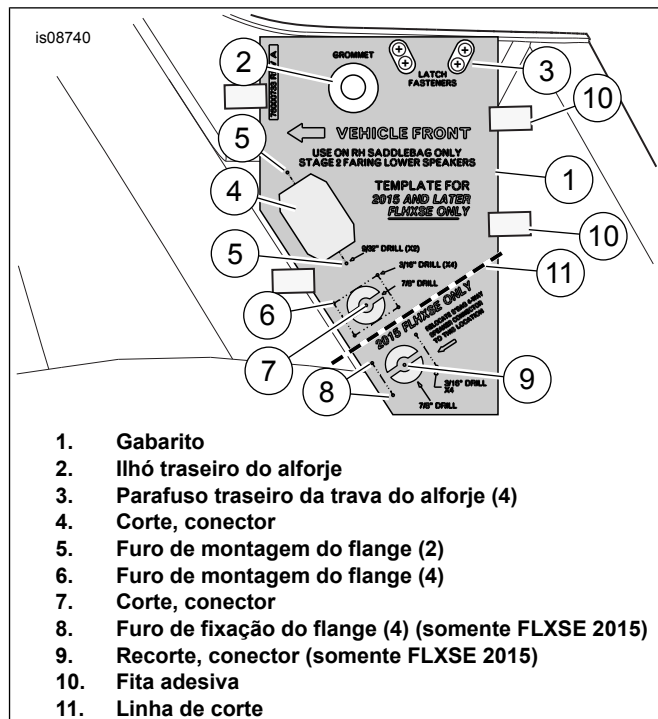
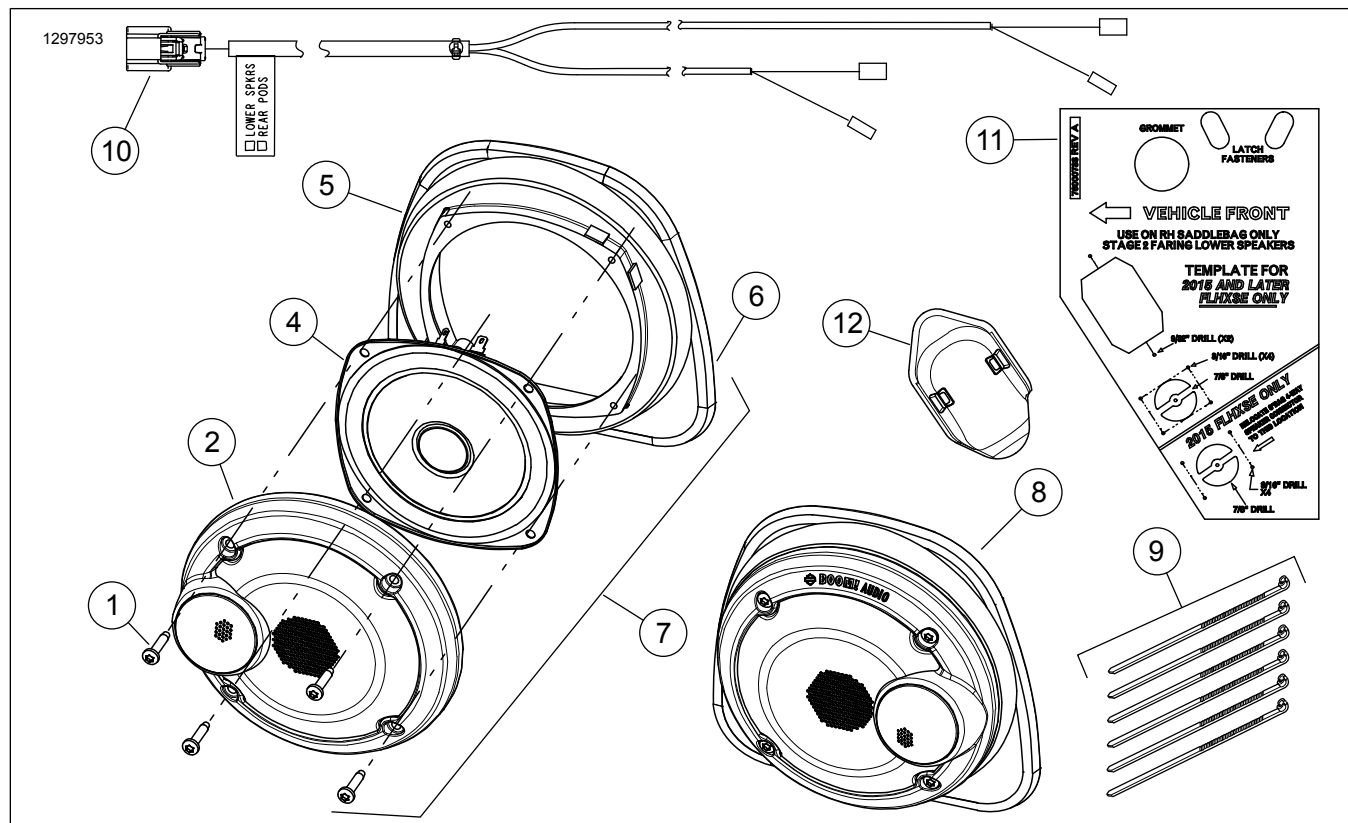

Figura 3. Instalação do chicote de fios para corte e perfuração do alforje direito
Figura 4. Peças de serviço, alto-falantes da carenagem inferior
Veja Figura 4 e Tabela 1.
1. Veja Figura 4 . **Stage I:** passe os cabos pequenos do terminal no chicote de fios (10) até a carenagem inferior. **Stage II:** o chicote de fios (10) não é usado. Descarte o chicote de fios. Passe o chicote de fios na lateral do veículo, conforme as instruções no kit de instalação do amplificador. **NÃO** faça nenhum furo na carenagem inferior.
Conecte [313] com o chicote de fios (10). Veja Figura 4 . Prossiga para a seção CONCLUSÃO.
1. Veja Figura 3 . Utilize o gabarito (1) para cortar as aberturas no alforje para o conector flangeado de 18 direções do amplificador da **carenagem inferior** [289-1].
- b. Coloque o gabarito sobre o alforje. Alinhe as aberturas do ilhó (2) e do parafuso da trava (3). Use a fita adesiva (10) para prender o gabarito no lugar.
- d. Trace a linha do corte (4) no alforje. Trace a linha do corte (7) no alforje. Trace o contorno do corte (9) no alforje.
- e. Faça dois furos de 9/32 pol. (5) para os locais de montagem do flange do conector. Faça cinco furos de 3/16 pol. (6) para os locais de montagem do flange do conector. Faça cinco furos de 3/16 pol. (8) para os locais de fixação do flange do conector.
- f. Remova o gabarito. Use uma serra pneumática ou ferramenta similar para cortar o recorte do conector (4). Verifique o tamanho da abertura (4) com o conector flangeado de 18 direções [289-1A] no chicote de fios do alforje (consulte Figura 4 , Item 7). Se necessário, molde o furo como visto no gabarito para obter um encaixe apropriado.
- a. Corte a parte inferior do gabarito ao longo da linha de corte (11). Descarte a parte inferior do gabarito.
- c. Coloque o gabarito sobre o alforje. Alinhe as aberturas do ilhó (2) e do parafuso da trava (3). Use a fita adesiva (10) para prender o gabarito no lugar.
- e. Trace a linha do corte (4) no alforje. Trace a linha do corte (7) no alforje.
- f. Faça dois furos de 9/32 pol. (5) para os locais de montagem do flange do conector. Faça cinco furos de 3/16 pol. (6) para os locais de montagem do flange do conector.
- g. Remova o gabarito. Use uma serra pneumática ou ferramenta similar para cortar o recorte do conector (4). Verifique o tamanho da abertura (4) com o conector flangeado de 18 direções [289-1A] no chicote de fios do alforje (consulte Figura 4 , Item 7). Se necessário, molde o furo como visto no gabarito para obter um encaixe apropriado.
- h. Depois de instalar o conector de 18 direções [289-1]: Instale a tampa do conector (12) por cima, encaixando no lugar. Prenda os pacotes de fios dentro do saco, usando abraçadeiras e bases adesivas fornecidas com o kit de instalação do amplificador. Conclua a instalação do amplificador Stage II, conforme as instruções do kit.
Veja Figura 3 , itens 6 e 7.